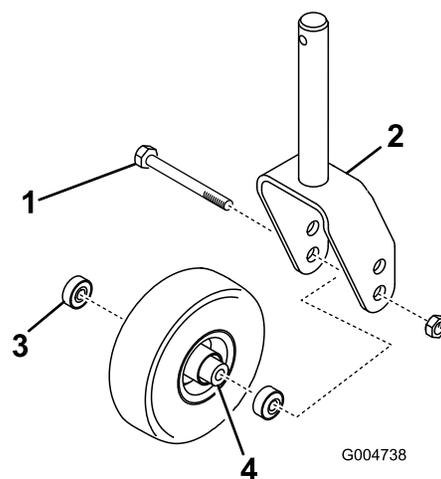
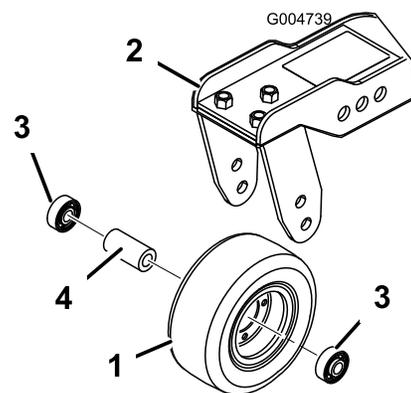

Рисунок 109
Рисунок 110
1. Выверните контргайку с болта, удерживающего узел поворотного колеса между вилкой (Рисунок 109) или рычагом (Рисунок 110) поворотного колеса.
2. Извлеките подшипник из ступицы колеса и дайте выпасть распорной втулке подшипника (Рисунок 109 и Рисунок 110).